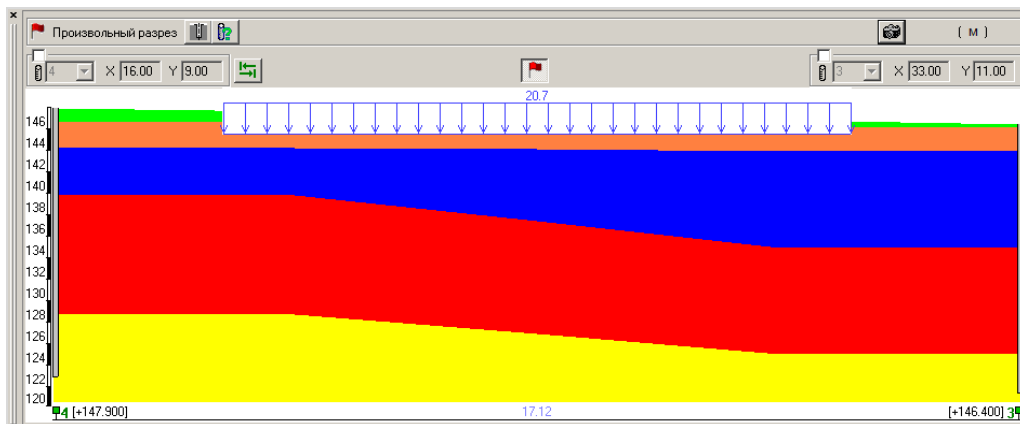

Рис. 11.5.4. Плавающее окно Произвольный разрез
- В окне **Произвольный разрез** (рис. 11.5.4) выполните следующие действия: